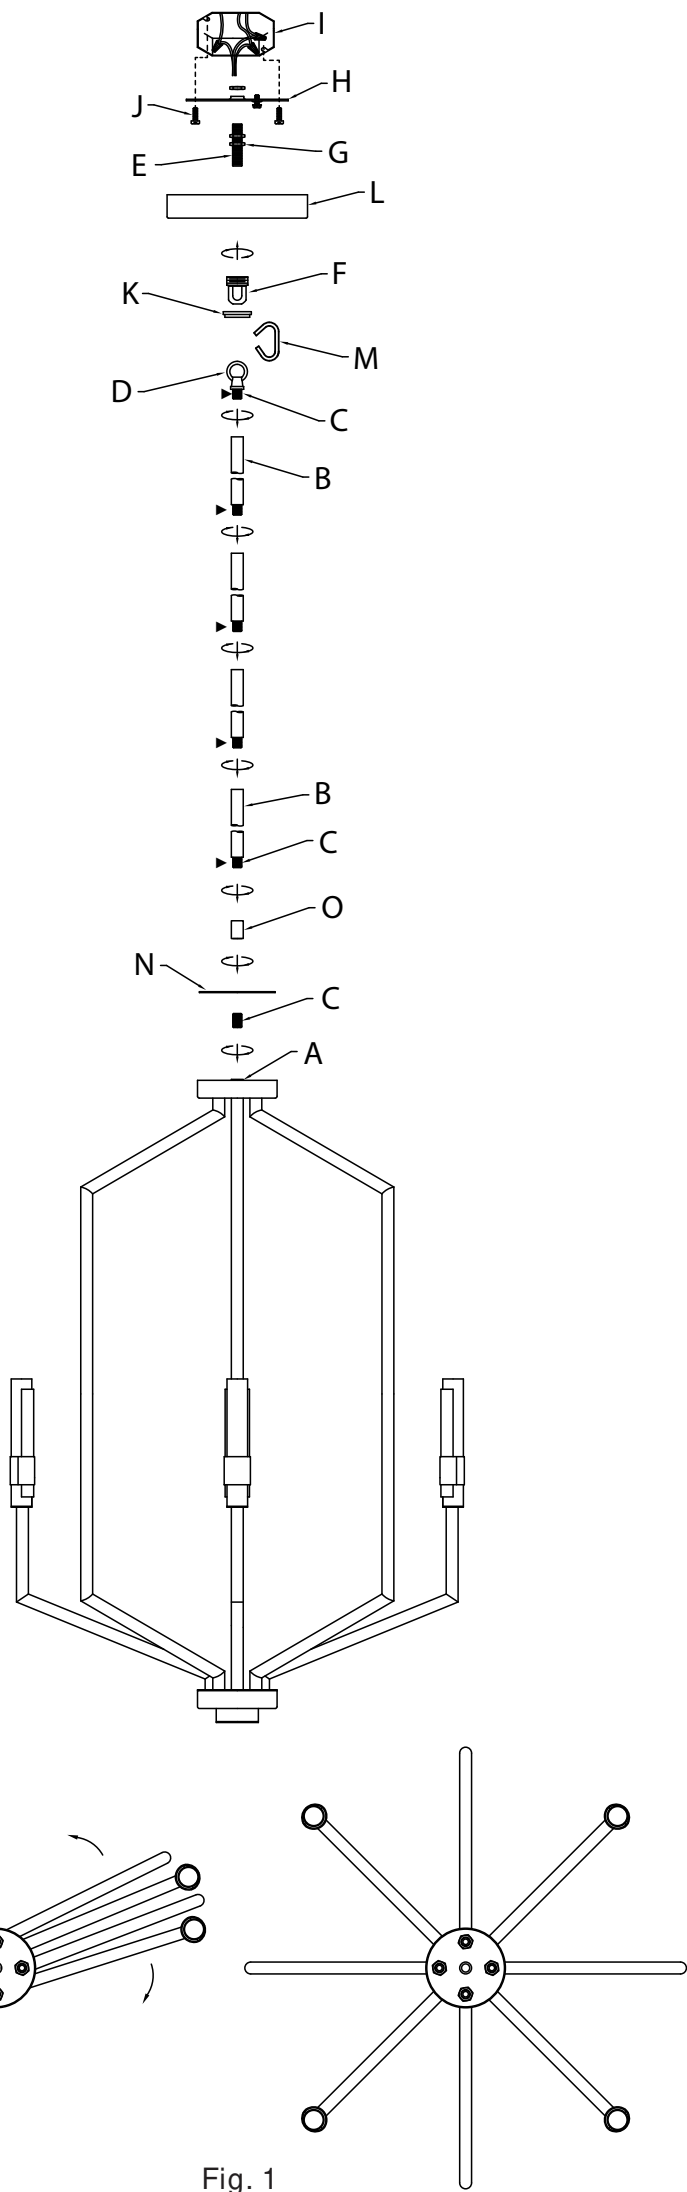

Fig. 1
- 1) Gire los brazos del artefacto a la posición correcta como se muestra en la figura (Fig. 1).